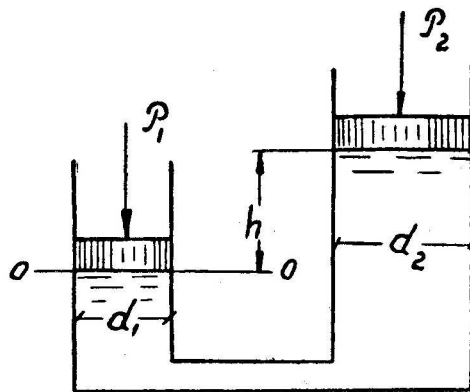

Рис. 6.
**Завдання 6.** На поршень одного із сполучених посудів, заповнених водою, діє сила  $P_1 = 80 \text{ кг}$ . Яку силу  $P_2$  треба прикласти до другого поршня, якщо рівень води під ним на  $h = 0,5 \text{ м}$  вище за рівень води під першим поршнем і система знаходиться у рівновазі (рис. 6)? Діаметр першого поршня  $d_1 = 0,2 \text{ м}$ , другого поршня  $d_2 = 0,3 \text{ м}$ .